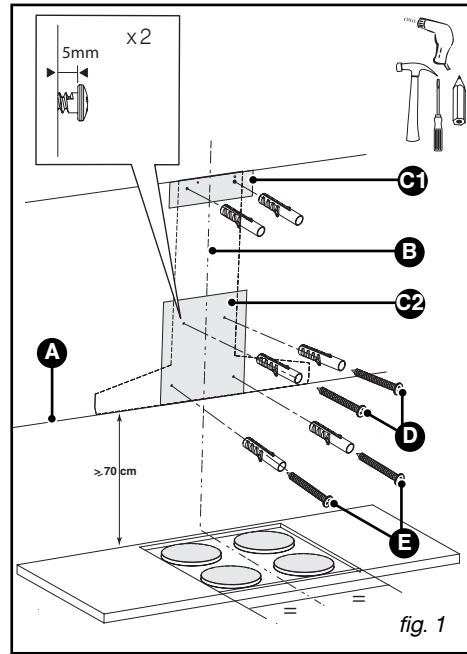

fig. 1
– Trace una marca horizontal a una distancia mínima de 70 cm de la zona de cocción. (A/fig.1).
– Trace una raya vertical (B/fig.1) en la pared, centrada con respecto a la placa de cocción y que baje desde el techo hasta la marca horizontal precedente (A).
– Corte la plantilla de perforación siguiendo las marcas indicadas para obtener 2 partes, C1 y C2 (fig.1).
– Coloque la plantilla C2 (fig.1) contra la pared, superponiendo la marca que representa el eje de la campana sobre la raya vertical B (fig.1) antes trazada.
– Coloque la plantilla C1 (fig.1) contra la pared, haciendo tope contra el techo.
– Atornille los dos tornillos de la parte superior de la campana (D/fig.1) dejando sobrepasar 5 mm.
– Fije contra la pared, con los dos tornillos, el soporte metálico de la chimenea, apoyándolo contra el techo (fig.1).